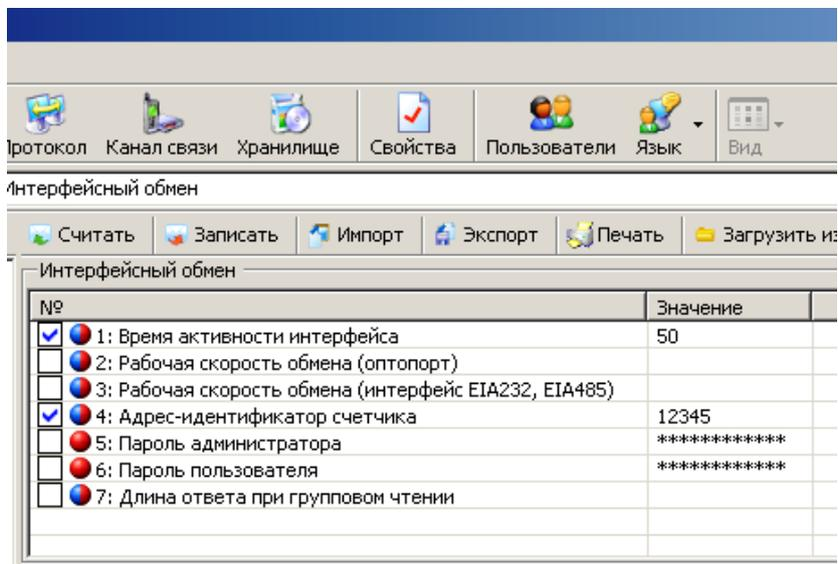

Рисунок 5.19 – Интерфейсный обмен
- Проверить значения начальной и рабочей скорости через интерфейс, они должны быть равны 2400 бод (3) (см. п. 5.4.3).
- Чтением параметра «время активности интерфейса» убедиться, что его значение равно 50 с. (см. рисунок 5.19).
- Чтением параметра «адрес-идентификатор счетчика» (см. рисунок 5.19) убедиться, что его значение равно 5 последним цифрам серийного номера, без нулей перед значащими цифрами,